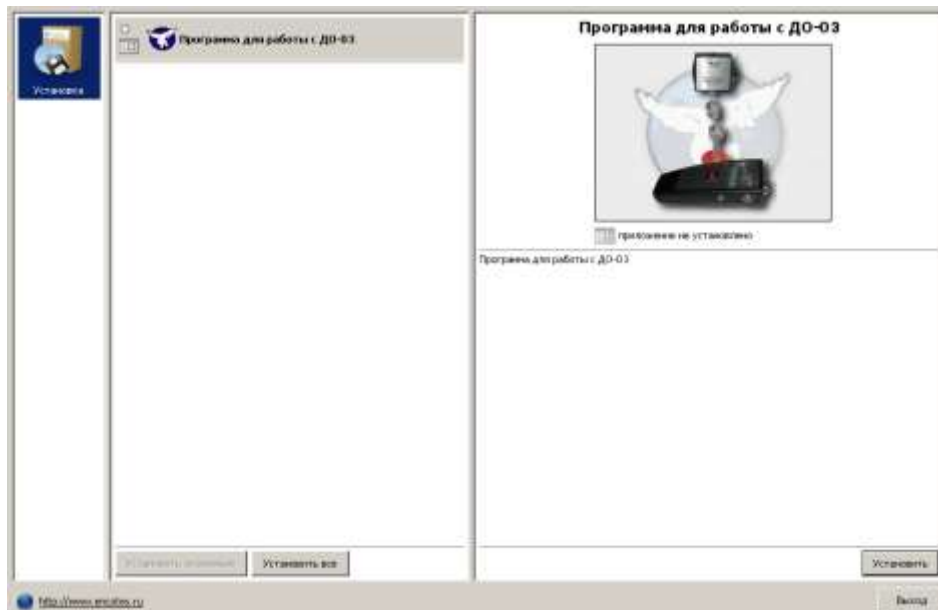

Рис.2. Главное окно установки программ
Наиболее оптимальным способом взаимного расположения прибора по отношению к объекту измерения является взаимноперпендикулярное расположение луча лазера и оси вращения измеряемого объекта (см. рис. 2а).
Рис.2а. Схема расположения тахометра по отношению к объекту измерения (ВТП – выносной тахометрический преобразователь)
- обеспечить взаимно перпендикулярное расположение луча лазера и оси вращения измеряемого объекта (см. рис. 2а) (это требование является обязательным, в противном случае, фокусировку выполнить не удастся),
Для установки программного обеспечения на жесткий диск следует вставить компакт-диск из комплекта поставки ИНКО.467617.002 в CD-дискковод. Если в операционной системе включен режим автозапуска, то после установки диска в CD-дискковод появится главное окно установки программ (рис.2). Если режим не включен, открыть диск, открыть папку "RUNSETUP" и запустить программу *runsetup.exe*.
В появившемся окне (рис.2) выбрать «Программа для работы с ДО-03» и запустить установку с помощью кнопки **Установить** или **Установить все**, если пакет ПО состоит только из программы для тахометра.